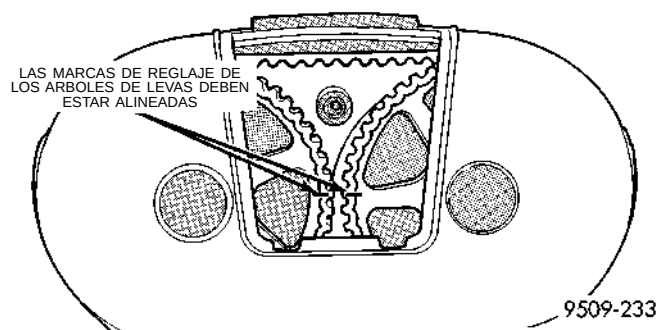

Fig. 42 Verificación del reglaje del árbol de levas
- (4) Verifique las marcas de reglaje de las ruedas dentadas de los árboles de levas. Las marcas deberán estar en línea con la flecha de la tapa trasera de la correa (Fig. 42).